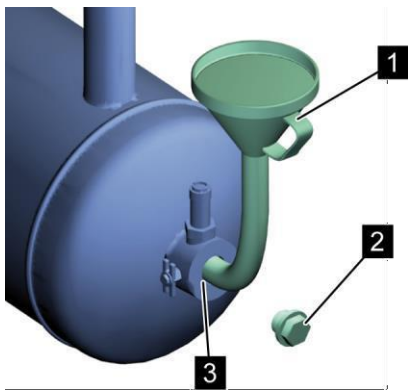

Рис. 33: Заливной штуцер (винтовой компрессор с частотным преобразователем)
6. При помощи воронки (Рис. 33/1) залейте охлаждающую жидкость до заливной кромки заливного штуцера (Рис. 33/3).
8. Вставьте резьбовую пробку наливного отверстия (Рис. 33/2) и затяните ее ↪ Приложение В «Моменты затяжки винтов» на странице 119.